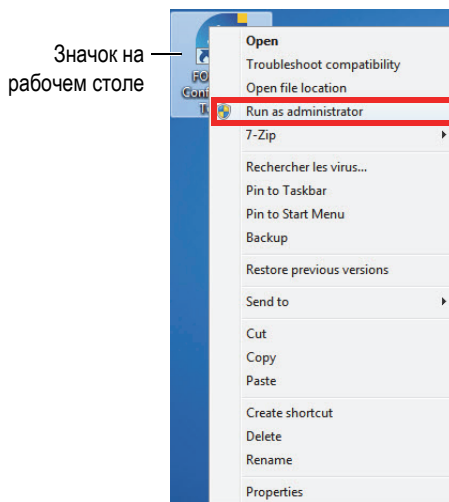

Рис. 5-1 Открытие инструмента конфигурирования
- ◆ На рабочем столе, щелкните правой кнопкой мыши на значок Configuration Tool (Инструмент конфиг.), а затем щелкните **Run as administrator** > **Yes** [Запустить от имени админ. > Да] (см. Рис. 5-1 на стр. 22).